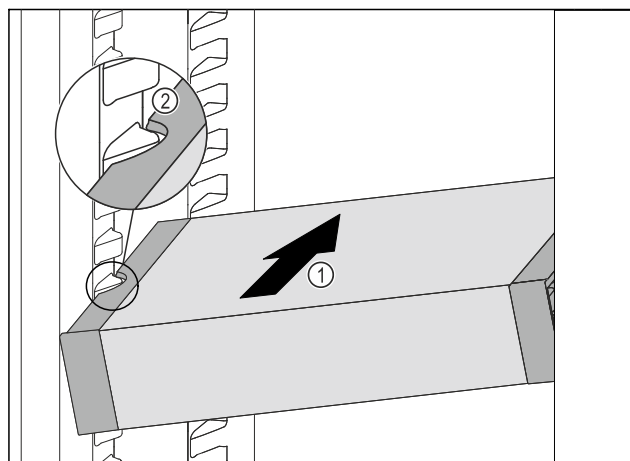

Fig. 125
- ▶ Вкарайте VarioSafe под ъгъл в хладилната част Fig. 125 (1), докато страничните прорези Fig. 125 (2) на VarioSafe се намират на височината на реброто на съда в хладилната част.